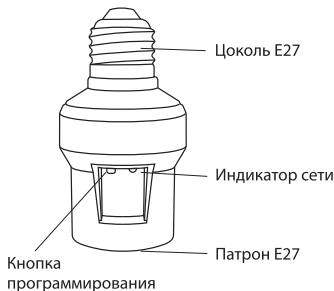

Рисунок 2. Внешний вид приемников П1-Е27, П2-Е27
4.2. Радиосигнал проходит через стены, мебель и прочие препятствия (уровень проникновения радиосигнала через различные препятствия более подробно показан в п. 2. Основные технические характеристики). Для защиты от ложных срабатываний в приемнике предусмотрена программа шифрования радиосигнала, которая надежно защищает от вмешательства различных пультов управления и других радиоуправляемых устройств в помещении. Приемник имеет красный светодиодный индикатор сети и кнопку для программирования параметров (рисунок 2).